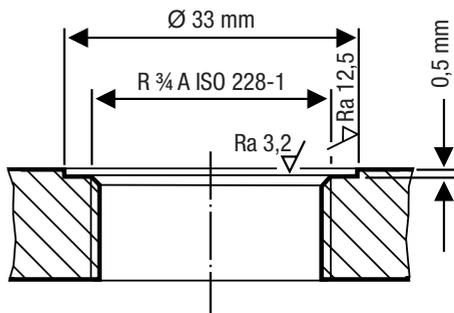

Fig. 9
- Prestar atenção à maquinação técnica correta das superfícies de vedação da respetiva tubuladura roscada do reservatório ou da tampa flangeada, ver Fig. 9.
As superfícies de vedação devem ser maquinadas de acordo com a Fig. 9 de forma tecnicamente perfeita.